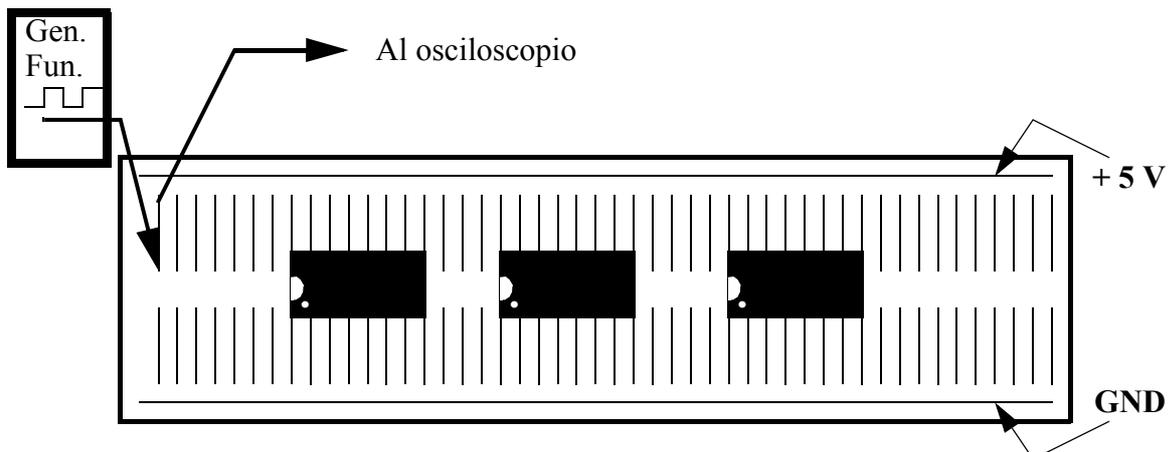

Figura 23: Posición aconsejada para conectar alimentación y Circuitos Integrados
- a) Para ello dedique la línea superior de la regleta a poner + 5 V, la inferior para poner GND y coloque todos los circuitos integrados en el medio de la regleta con el *pin* 1 abajo a la izquierda, como se indica en la Figura 23. Si usa una señal del Generador